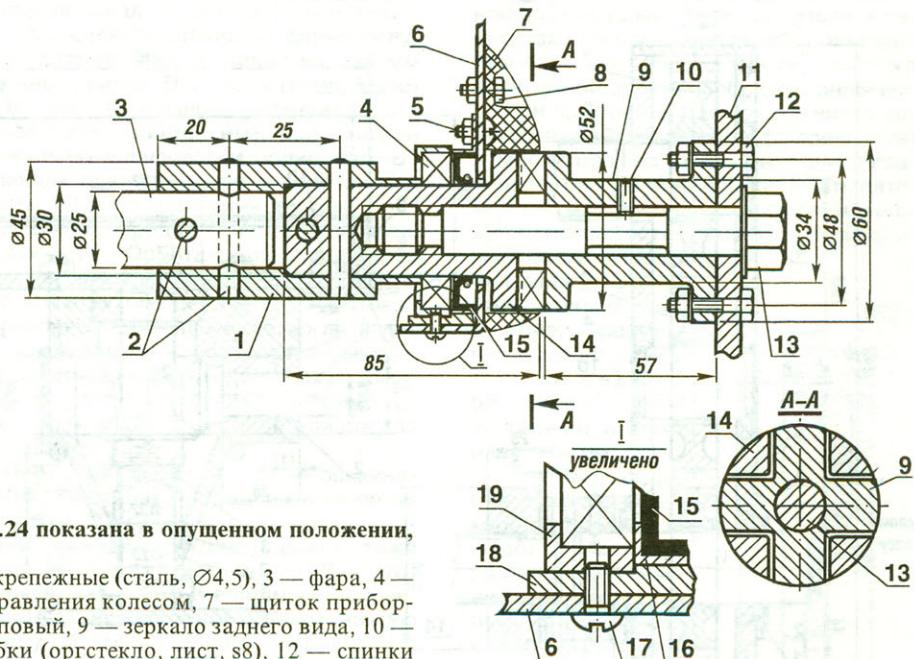

Рис.2. Узел крепления ведущих колес (левый):
Шасси выполнено по трехколесной схеме: переднее колесо поворотное, задние — ведущие. Все колеса легко снимаются и устанавливаются на воде, причем переднее — вместе с системой управления (карданный вал). Для монтажа переднего колеса с палубы в носовую рулевую катушку вставляется и контратится болтом вал верхней секции кардана. Затем колесо с опорой, сделанной в виде ложемента и служащей одновременно корпусом поворотного конического редуктора, заводится под киль амфибии, «как на вожжах», с помощью четырех тро-совых растяжек (2). Последние имеют талрепы (40), которыми опора надежно притягивается к днищу. Заднее колесо вместе с переходником крепится к полу-оси одним болтом (рис. 2).